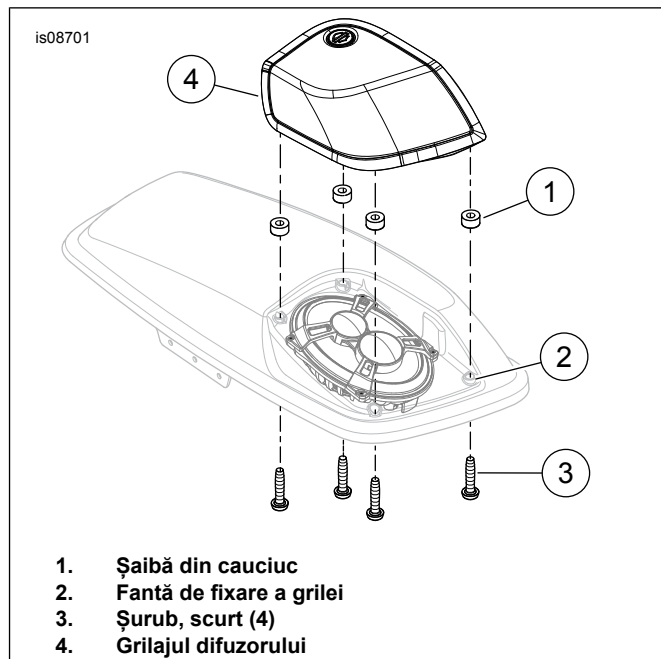

Figura 2. Montarea grilajului
4. Consultați Figura 2. Plasați șaibele de cauciuc (1) în fanta de fixare a grilei (2).
5. Plasați grilajul difuzorului (4) în poziția pe partea din față a difuzorului.
6. Asigurați-l cu cele patru șuruburi scurte (3). Strângeți alternativ șuruburile. Strângeți.